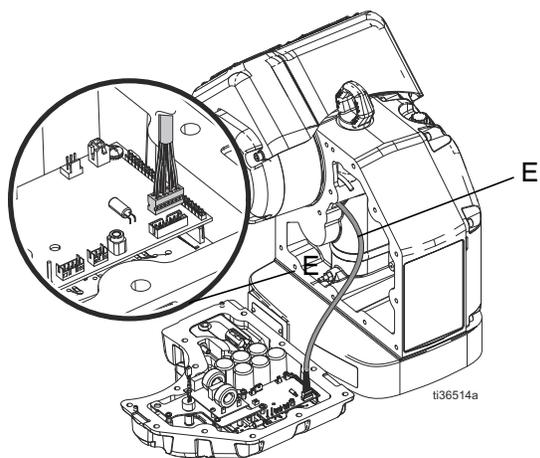

FIG. 21: Cable del codificador
- Cable del codificador (E). Consulte FIG. 21 en la página 21.